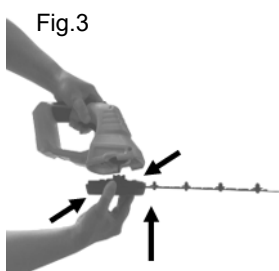

Fig.3
3. Presione los botones de liberación de la cuchilla en ambos lados nuevamente (Fig.3) y presione la cuchilla en el soporte al mismo tiempo. La unidad de transmisión del equipo ahora está conectada a la cuchilla.